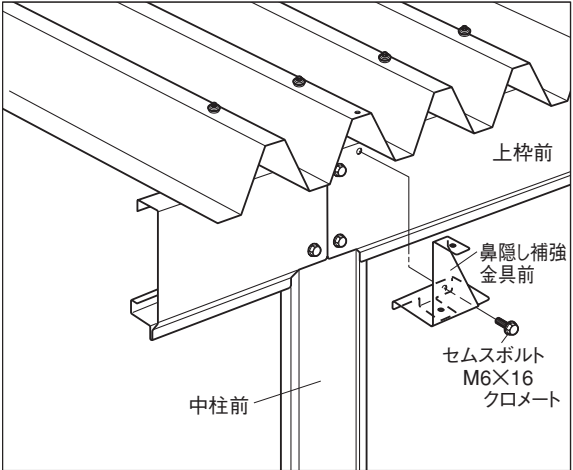
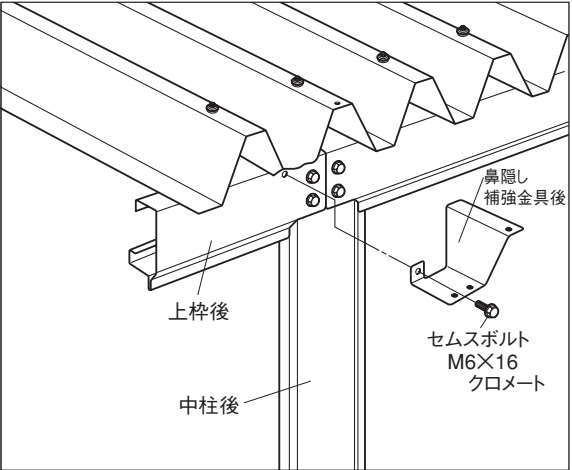

図49
図50
(3) 90型以上は、上枠前後に鼻隠し補強金具を取り付けます。(図49、図50)